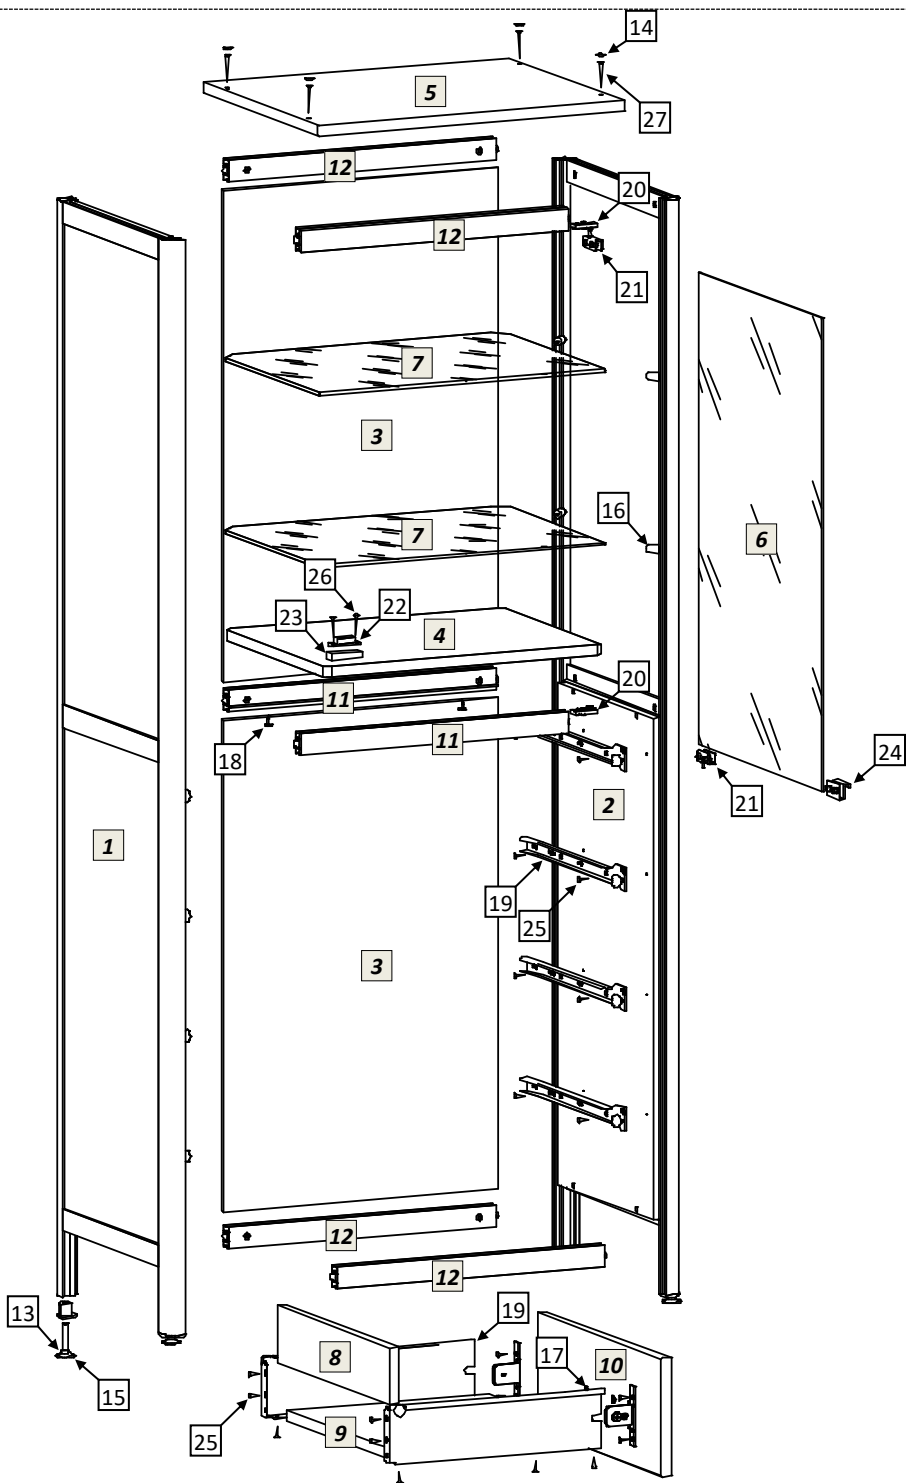

рис.1
- 5.1 Распаковав шкаф, внимательно ознакомьтесь со схемой сборки, изображённой на рис.1. Согласно позициям на схеме и комплектовочной ведомости определите расположение деталей в изделии и порядок их сборки. Сборка производится на ровном полу, укрытом материалом, предотвращающим повреждение покрытия пола и деталей мебели. Подготовьте необходимые для сборки инструменты – плоскую и крестовую отвёртки, молоток, рулетку или линейку, гаечный ключ 12мм для регулировки опор.
- 5.5 Сборка выдвижных ящиков. Схема сборки ящиков показана на рис.1. Шурупами 4x16 соедините заднюю стенку, днище ящика и его фасад с металлическими боковинами направляющего механизма. На фасад ящика установите ручку. Установите в шкаф собранные ящики. При необходимости отрегулируйте зазоры винтами крепёжного фасадного элемента метабоксов.